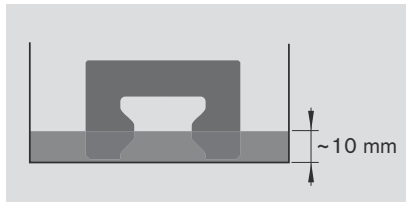

图 2
- 对于规格 20 的低型前置润滑单元: 将前置润滑单元浸入 10 mm 深的润滑油内, 并静置约 36 个小时 (参见图 2)。
- 规格 20 的低型前置润滑单元不可通过侧面的润滑口补充润滑油 (参见图 2)。